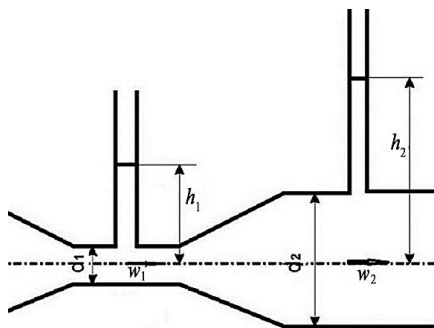

Рис. 6.2
6.3. Вода движется в трубопроводе диаметром 20 мм с расходом 0,08 кг/с (рис. 6.2), как изменится показание прямого пьезометра в широком сечении, если диаметр широкого сечения 40 мм?
6.4. Вода движется в трубопроводе диаметром 20 мм со скоростью 1 м/с (рис. 6.2). Определите разность показаний прямых пьезометров в узком и широком сечениях, если диаметр широкого сечения 40 мм?
6.5. Вода движется в трубопроводе диаметром 20 мм с расходом 288 л/ч (рис. 6.2), как изменится показание прямого пьезометра в широком сечении, если диаметр широкого сечения 40 мм?
6.6. Вода движется в трубопроводе диаметром 10 мм со скоростью 1 м/с под давлением 1,05 бар (рис. 6.2). Определите показания прямых пьезометров в узком и широком сечениях, если диаметр широкого сечения 40 мм?